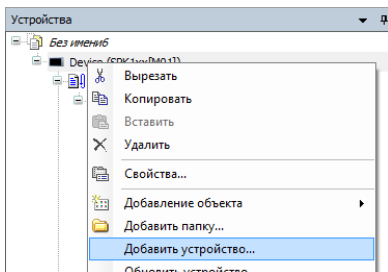

Рис. 12. Добавление устройства
1. Добавить устройство (рис. 12);